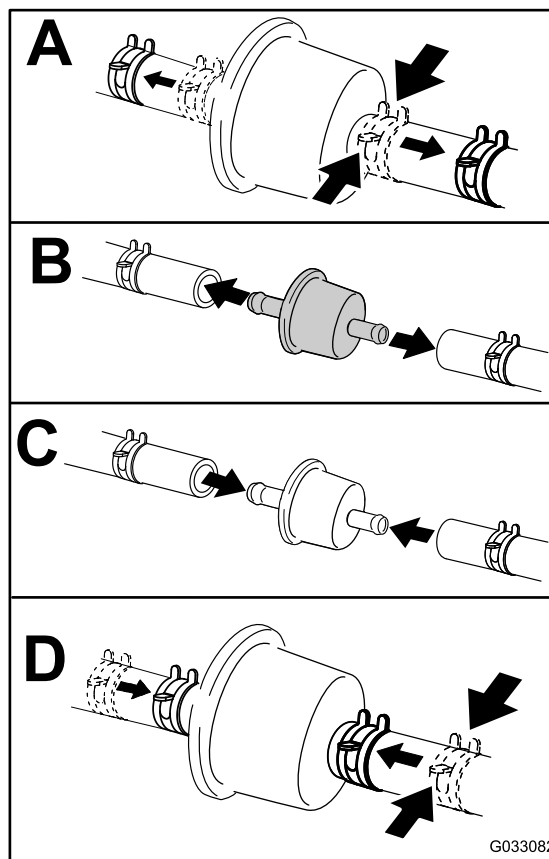

Рисунок 48
4. Замените топливный фильтр (Рисунок 48).